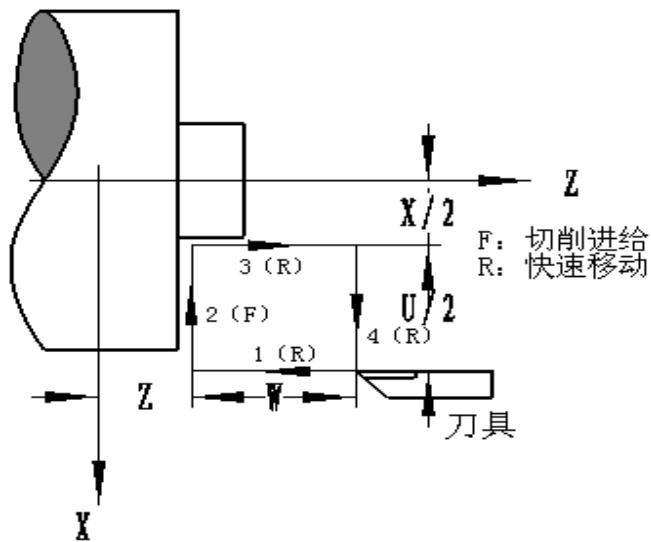
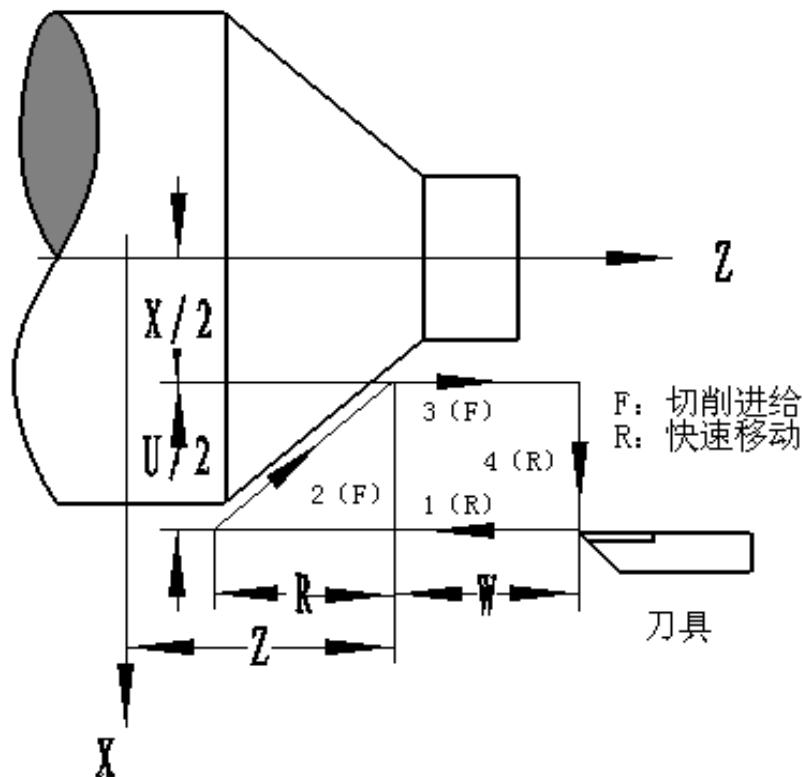

图 2-18
图 2-19
**指令格式:** **G94 X (U) \_Z(W)\_R\_F\_;**
**功能说明:** G94 指令可实现端面以及锥度端面的单一循环加工，循环完毕后刀具返回起刀点位置（轨迹 1 的起点），如图 2-18 和图 2-19。图中 (F) 线段表示切削进给，(R) 线段表示快速移动。
**G94 X (U) \_Z(W)\_F\_;**